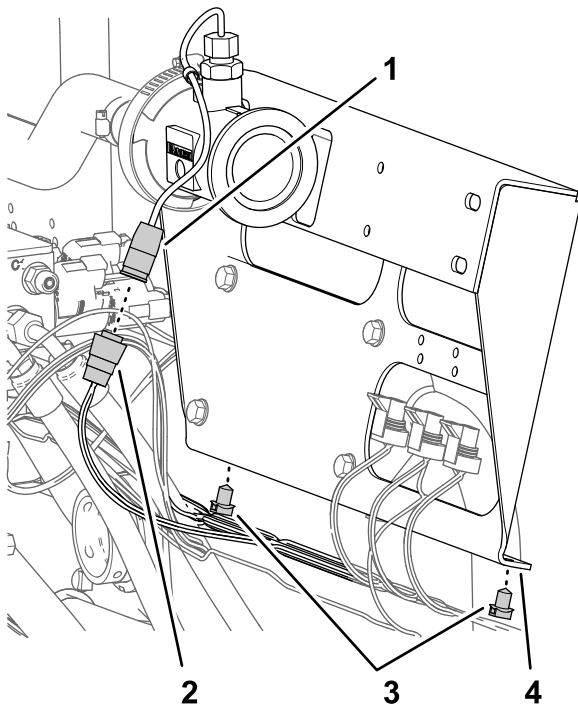

Bild 72
1. Schließen Sie den 3-Buchsen-Stecker des Maschinenkabelbaums, der mit FLOW METER beschriftet ist, vom 3-Stift-Stecker des Durchflussmessgeräts ab (Bild 72).
Flansch der Abschnittventilhalterung ab (Bild 72).